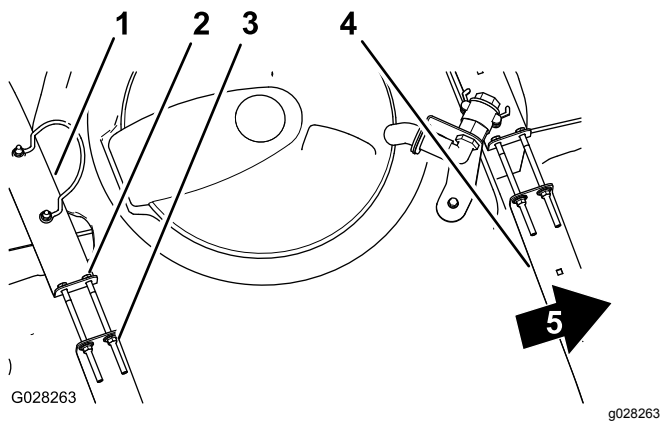

Bild 17
2. Prüfen Sie, ob Sie zwischen den Behälterriemen und dem Behälter eine Bewegung feststellen können (Bild 17).
- Wenn die Behälterriemen lose am Behälter angebracht sind, ziehen Sie die Sicherungsbundmutter und Schrauben oben an den Riemen an, bis sie mit der Behälteroberfläche bündig sind (Bild 17).